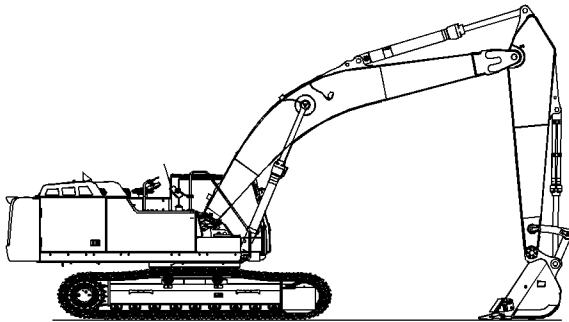

Fig. 439
15. Stil dernæst maskinen med udstyret som vist på fig. 439. Kontrollér maskinen for olielæk.